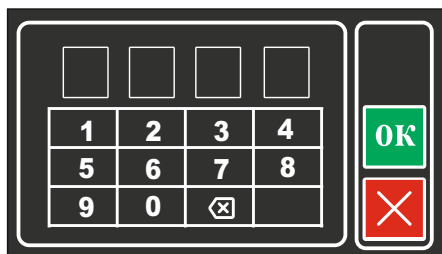
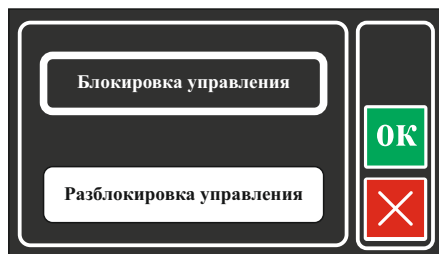

Рис. 8
Рис. 9
4.5. В блоке подачи ароматов имеется возможность заблокировать **панель управления** с помощью выбора и установки **ПИН-КОДА**. (рис. 8) и (рис. 9)
Устанавливать параметры диспенсера ароматов будет возможно только при введении **ПИН-КОДА** (для коммерческого использования). (рис. 8)